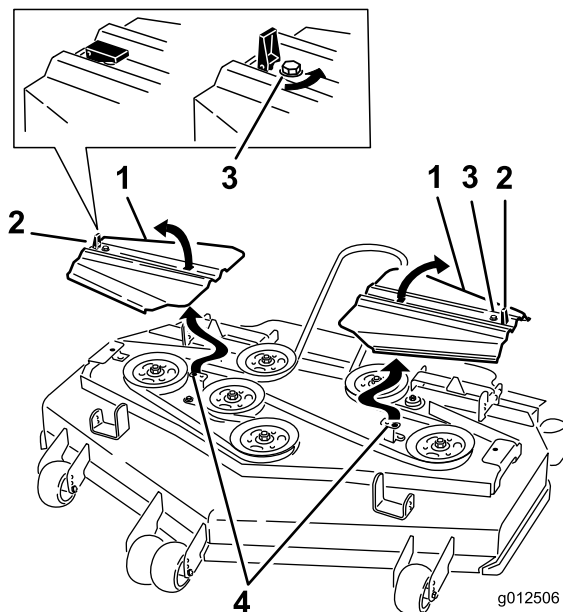

Figura 65
14. Montate i copricinghia inserendo le linguette nelle fessure. Montate il coperchio e chiudete i fermi (Figura 65).